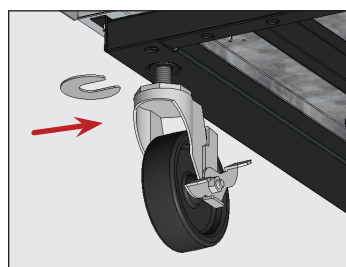

Abb. 6. Setzen Sie die Unterlegscheibe(n) ein. Achten Sie darauf, dass der Lenkrollenschaft fest angezogen ist.
5. Lösen Sie am niedrigeren Ende des Geräts die Lenkrollenschraube so weit, dass Sie die mitgelieferten Unterlegscheiben zwischen das Lenkrollenlager und die untere Schiene des Geräts schieben können. Siehe Abb. 6.
Siehe Abb. 6.